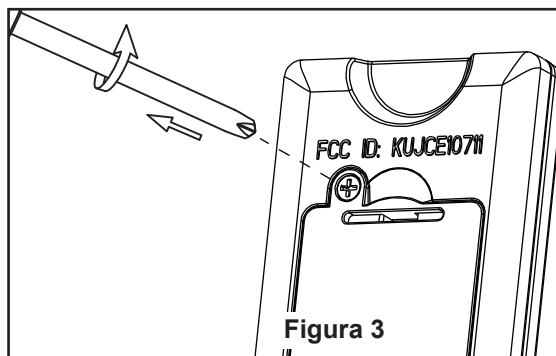

Figura 3
3. Retire la cubierta de la batería del control remoto con un destornillador y conserve el tornillo para luego. (Figura 3)